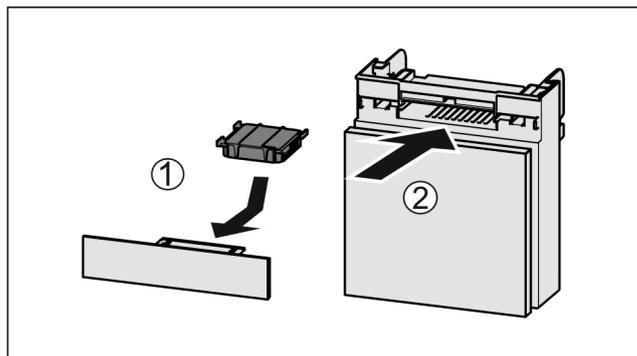

Fig. 153
- ▶ Wkładać Fig. 153 (1) filtr z węglem aktywowanym zgodnie z ilustracją.
- ▶ Wsunąć komorę Fig. 153 (2).